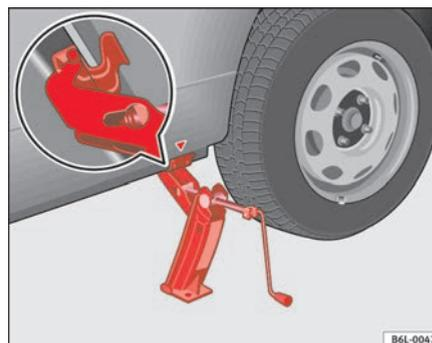

Fig. 137 Colocação do macaco
- Ajustar o macaco de modo a que a respectiva garra envolva o perfil da longarina inferior e a base móvel fique totalmente assente no chão ⇒ página 216, fig. 137.